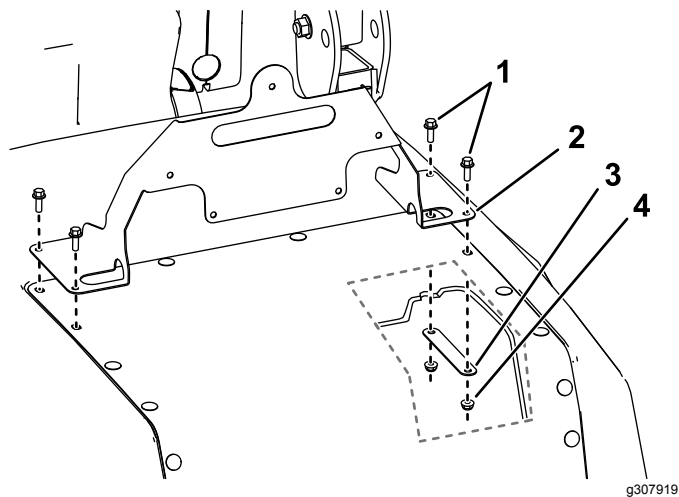

Figure 2
2. Placez le support sur le capot, sur l'emplacement des rivets en plastique retirés à l'opération 1 (Figure 2).
3. Fixez le support du panneau en place à l'aide de 4 boulons à embase ($\frac{1}{4}$ " x $\frac{3}{4}$ ") sur le capot, et de 2 supports inférieurs et 4 contre-écrous ($\frac{1}{4}$ ") sous le capot (Figure 2).